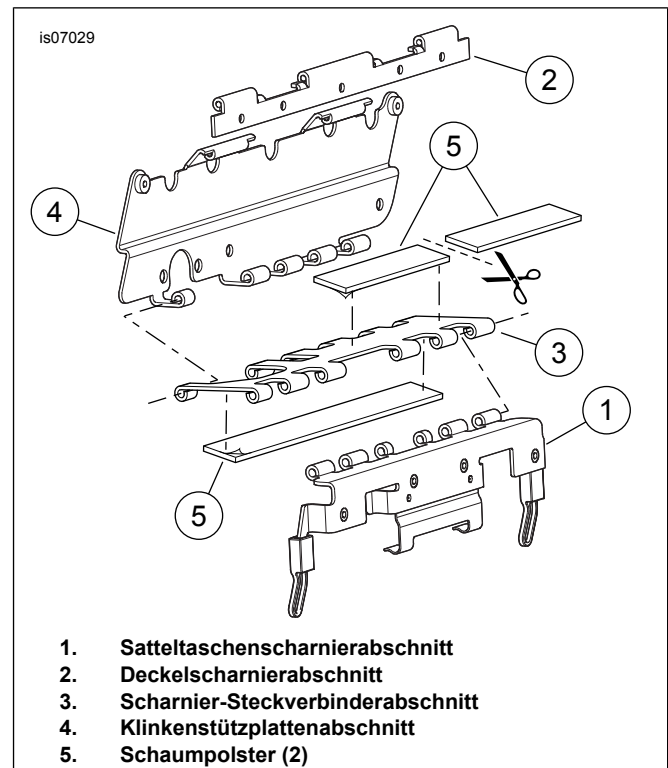

Abbildung 7. Schaumpolster an Scharnier der Satteltaschenklinke (linke Seite abgebildet) einbauen
Siehe Abbildung 7. Das Scharnier der Satteltaschenklinke ist zur Verdeutlichung mit entfernten Stiften abgebildet.
15. Zwei Schaumpolster (Abbildung 12, Teil 24) aus dem Satz entnehmen. Ein Schaumpolster in die Hälfte schneiden, wie in Abbildung 7 abgebildet. Die Schutzfolie von der Klebstoffseite des **ungeschnittenen** Polsters abziehen und an der flachen Seite des Klinken-Steckverbinderabschnitts anbringen. Die Schutzfolie von der Klebstoffseite des geschnittenen Polsters abziehen und wie abgebildet an der Scharnierseite des Klinken-Steckverbinderabschnitts anbringen.